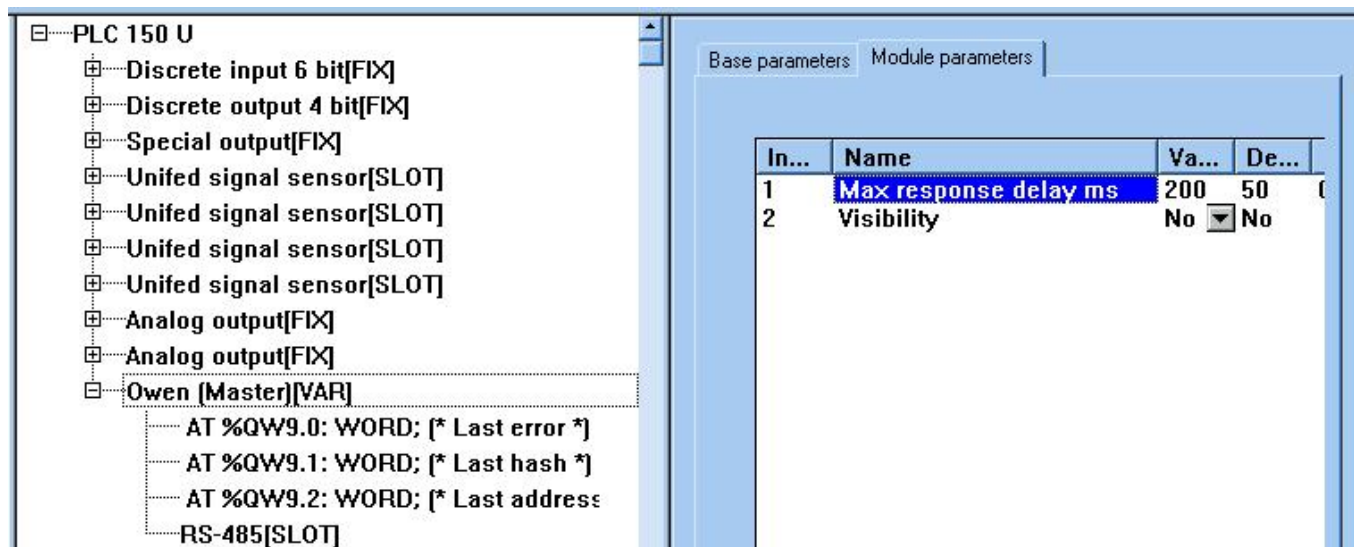

Рис. 2.1
2. Выделите появившийся модуль *Owen (Master)*, в окне слева выберите вкладку *Module Parameters* (Рис. 2.1).